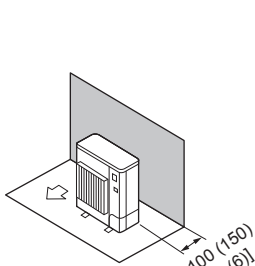

Fig. 2-6
- ① Obstáculos sólo en la parte trasera (Fig. 2-6)